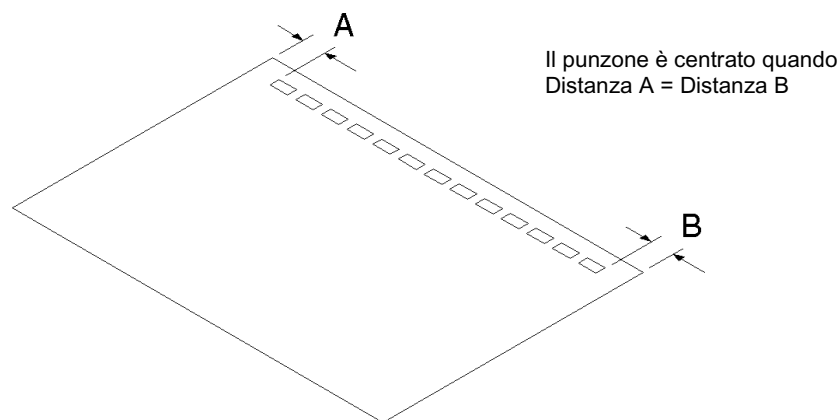

Figura 2-5: Controllo della centratura delle perforazioni
- 8 Controllare la centratura delle perforazioni, come illustrato nella Figura 2-5.